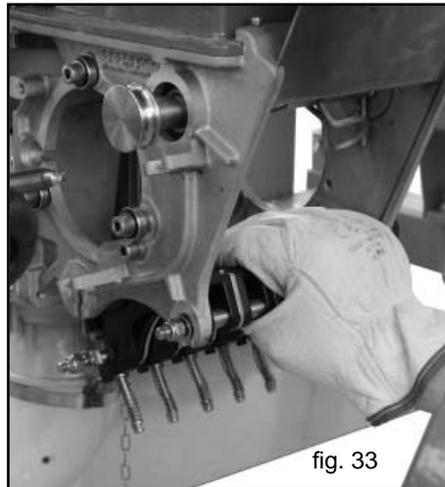
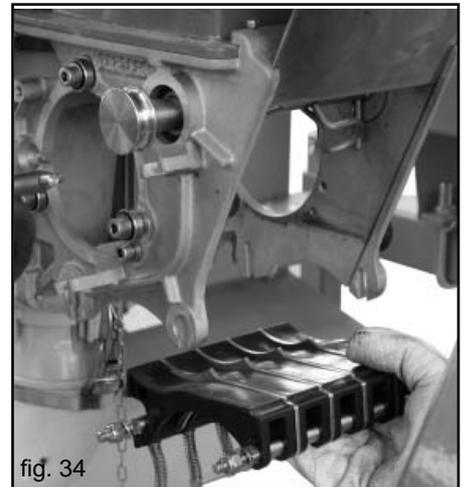

fig. 33
fig. 34
- 3) Abastereinheit aus dem hinteren Teil (Abb. 33) ausziehen und danach vorderen Teil ausziehen (Abb. 34).